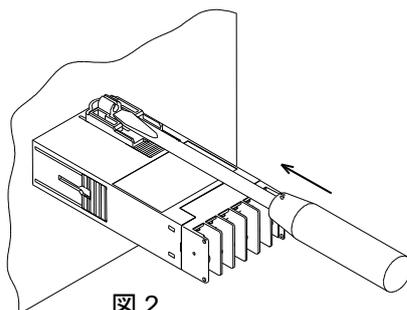

図 2
4. 本機器がパネルにしっかりと固定されるまで、取付具のネジ穴下部分をマイナスドライバーで押してください。(図2)